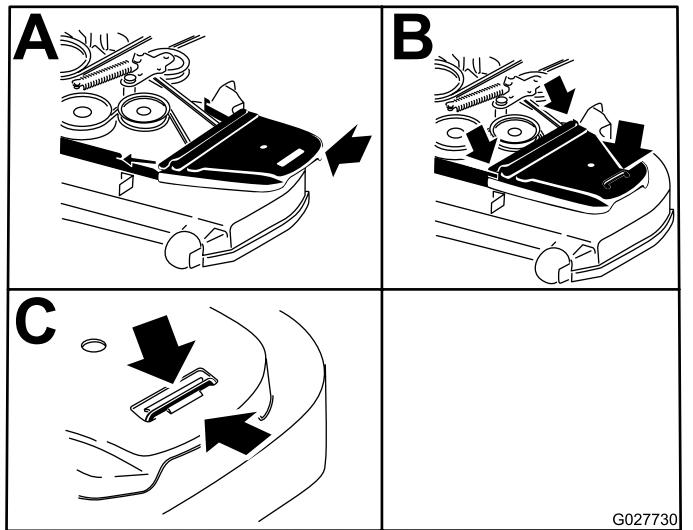

Figura 80
12. Instale las cubiertas de la correa (Figura 80).